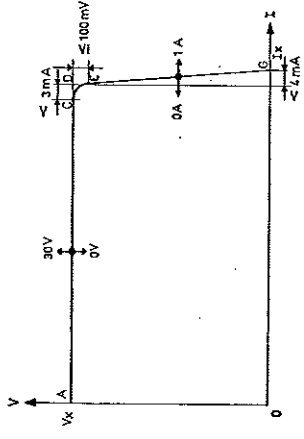

Fig. 2
- Stabilität : Bei Netzspannungsschwankungen von $\pm 10\%$ ist die Ausgangsstromschwankung $\leq 0,5\%$ oder ≤ 3 mA, einsch. Kurzzeitdrift (Es gilt der jeweils grössere beider Werte), Bei einer Belastungsschwankung von Punkt E nach G (Abb. 2) beträgt die Schwankung des Ausgangsstroms 4 mA einsch. Kurzzeitdrift (Innenwiderstand 7,5 k Ω)
- Stabilité : Pour des variations de tension secteur de + ou -10 %, la variation de courant de sortie est $\leq 0,5\%$ ou ≤ 3 mA* (la plus grande des deux valeurs vaut), En cas de variation de charge du point E au point G (voir Fig. 2), la variation de courant de sortie est de 4 mA* (résistance interne: 7,5 k Ω)
- At load variation from point E to point G (see Fig. 2), the output current variation is 4 mA (*) (internal resistance: 7.5 k Ω)